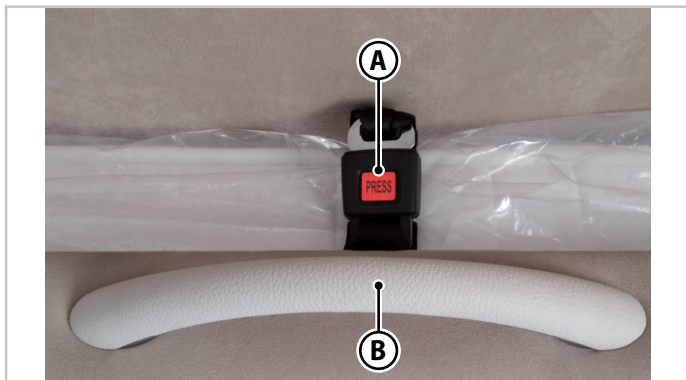

Abb.6.14 - Vorderes Kippbett
1. Entriegeln Sie die Sicherheitsvorrichtung (**A** - Abb.6.14).
2. Betätigen Sie den entsprechenden Bewegungsgriff (**B** - Abb.6.14) und bringen Sie das Bett in die Endposition.
1. Betätigen Sie den entsprechenden Bewegungsgriff (**B** - Abb.6.14) und bringen Sie das Bett in die Endposition.
2. Sichern Sie das Bett erneut mit der Sicherheitsvorrichtung (**A** - Abb.6.14).